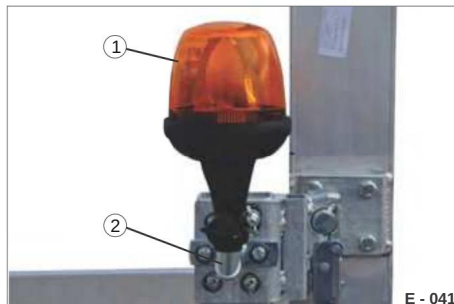

Fig. 33 Faro rotante montato
► Allentare il dado ad alette (Fig. 33/3).
► Estrarre con cautela l'elemento luminoso (Fig. 33/1) dalla console (Fig. 33/2).